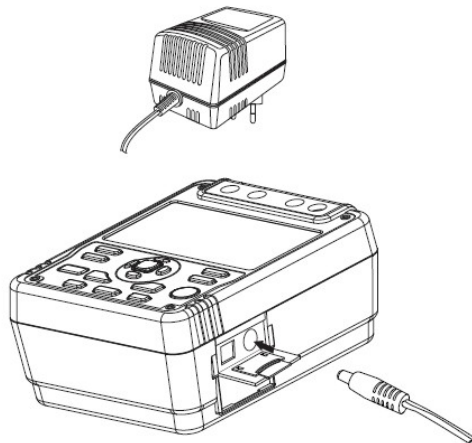

Рис. 7 Использование адаптера питания
**ИСПОЛЬЗОВАНИЕ АДАПТЕРА ПИТАНИЯ** (см. рис. 7)